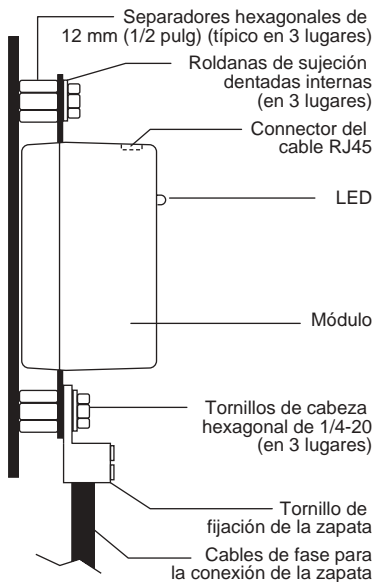

Figura 3: Módulo (vista lateral)
3. Utilice una herramienta adecuada para evitar que gire el separador hexagonal de 12 mm (1/2 pulg) (vea la figura 3), quite y deseche los tres tornillos de cabeza hexagonal de  $\pi$ -20 así como las tres roldanas de sujeción dentadas internas correspondientes del módulo. No es necesario retirar los cables de fase para la conexión de las zapatas.
5. Instale el nuevo módulo con los nuevos herrajes que vienen incluidos (vea la figura 3). Apriete cada tornillo de cabeza hexagonal de 1/4-20 a 8 N•m (70 lbs-pulg).